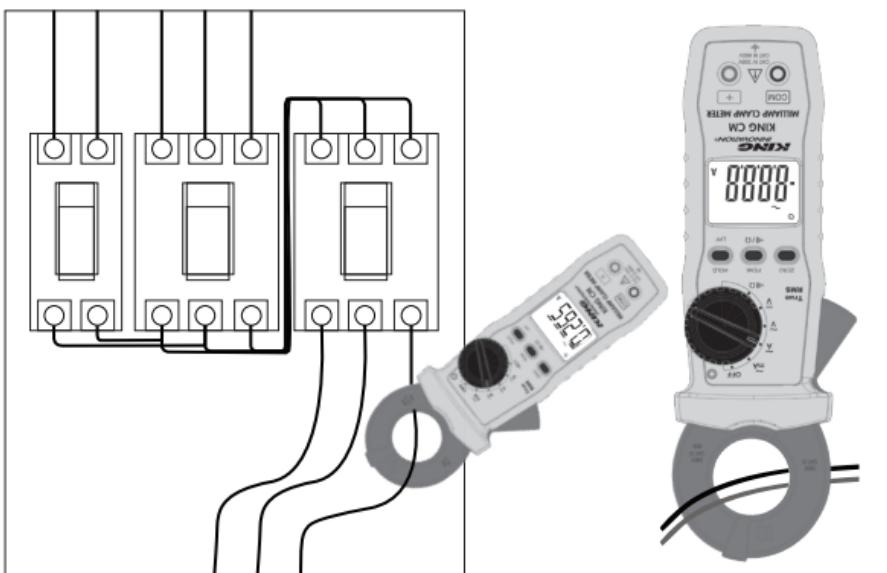

Fig. 1 Medición normal:
(2) Medición normal (ver Fig. 1):